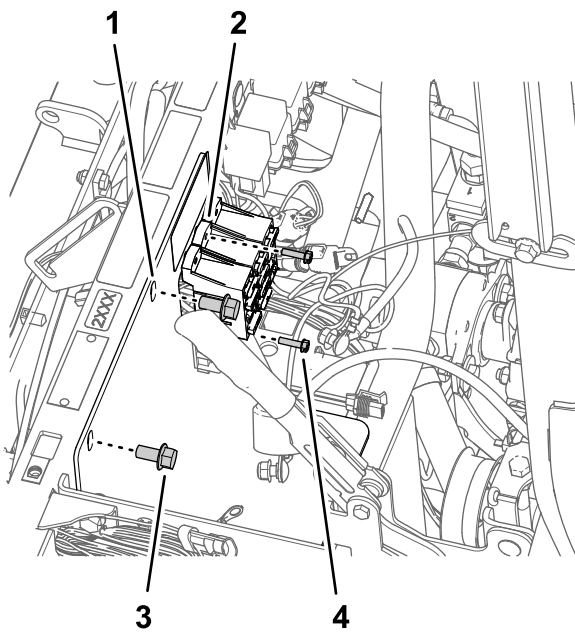

Figura 170
3. Retire los pernos (10-24 x ¾") y las tuercas (10-24) que sujetan los bloques de fusibles al soporte de la batería (Figura 170).
4. Retire los 2 pernos con arandela prensada (3/8" x 3/4") que sujetan el soporte de la batería al tubo de sujeción del amortiguador (Figura 170).